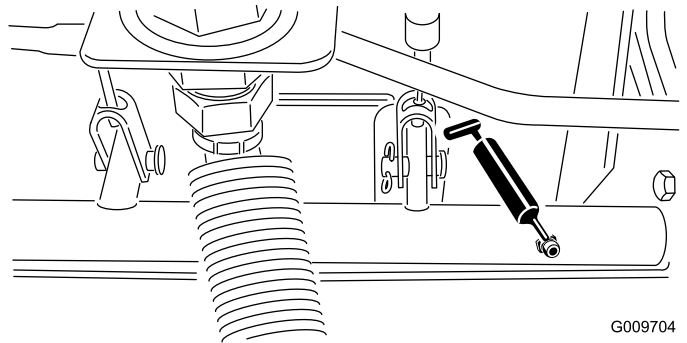

Figure 47
- Roulements d'axes de pivots de freins (5) (Figure 47)